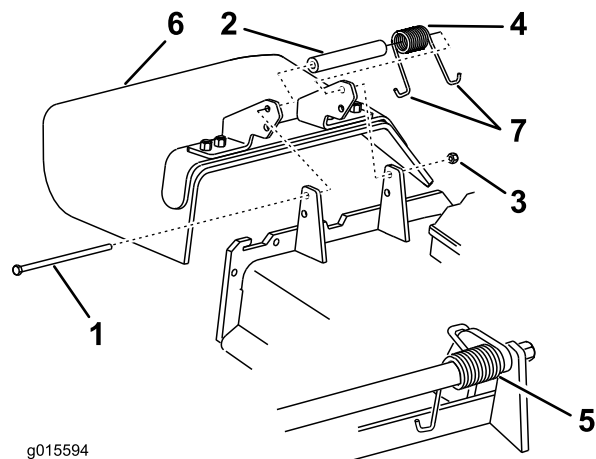

図 63
2. ボルトとナットで、デフレクタアセンブリをデッキに固定する 図 63。
3. スプリングの右側の J 字形フックを、デフレクタに引っ掛ける 図 63。